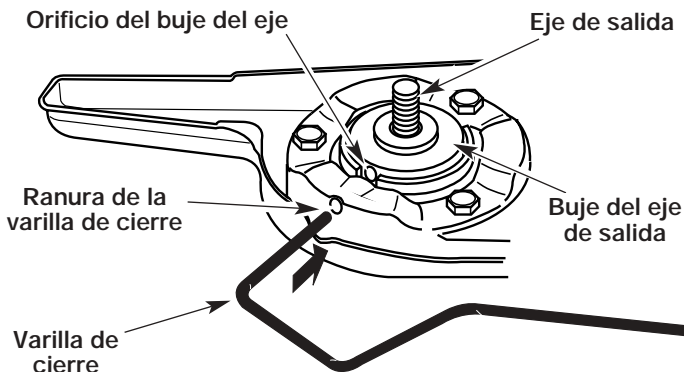

Fig. 14
1. Alinee el orificio del buje del eje con la ranura de la varilla de cierre e inserte la varilla de cierre en el orificio del buje (Fig. 14).
3. Alinee el orificio del buje del eje con la ranura de la varilla de cierre e inserte la varilla de cierre en el orificio del buje (Fig. 14).